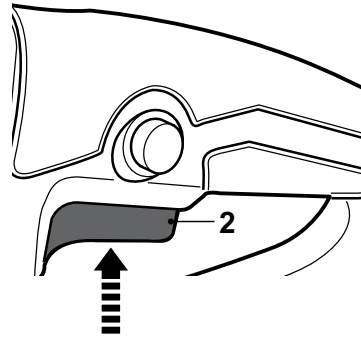

Fig. 10
- > Ligue o produto pressionando o interruptor ligado/desligado (2) (Fig. 10).
- > Desligue o produto soltando o interruptor ligado/desligado (2) (Fig. 10).